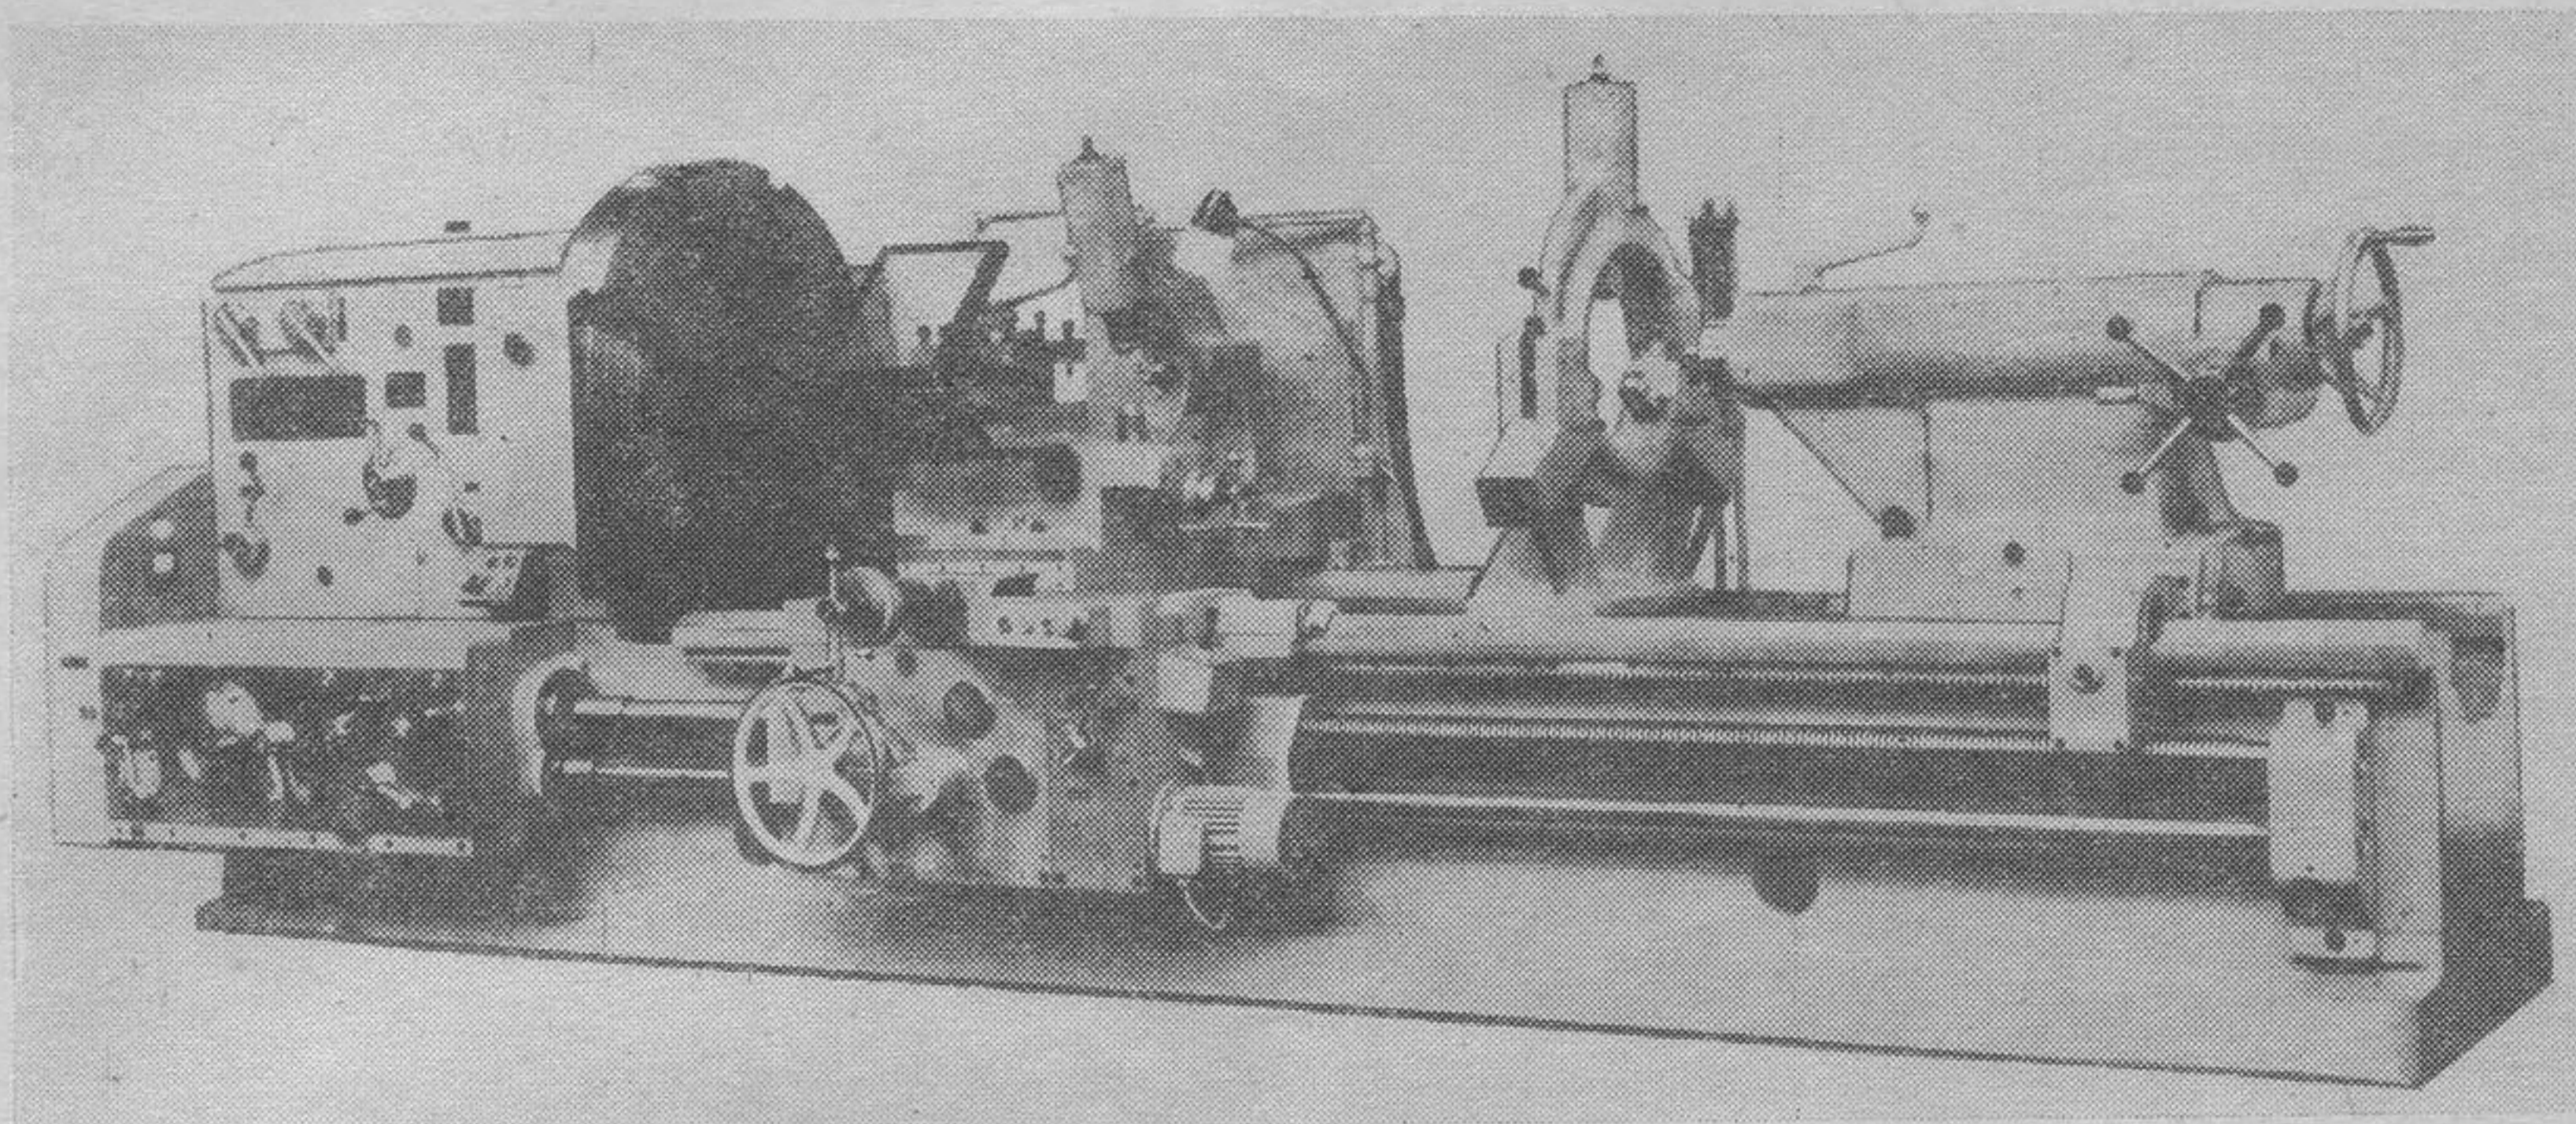

Рис. 1.1. Общий вид токарно-винторезного станка модели 1M65
1.1. Назначение и область применения (рис. 1.1).